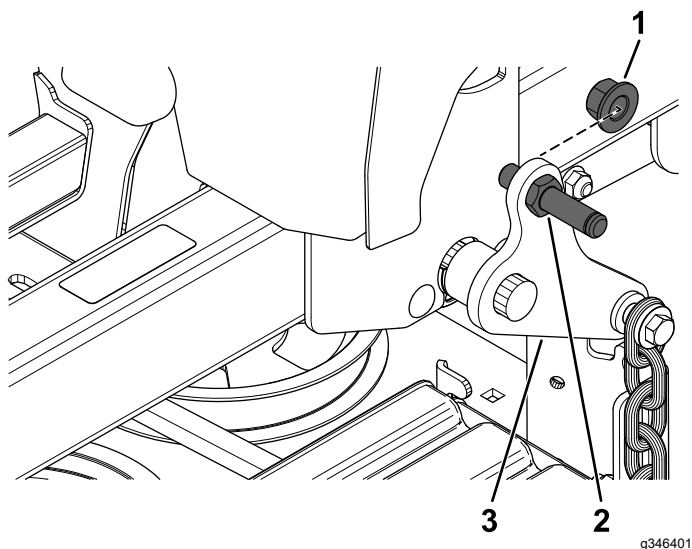

Figure 9
1. Fixez l'axe de pivot dans le bras de levage de plateau arrière à l'aide de 1 contre-écrou ( $\frac{1}{2}$ " ), comme montré à la Figure 9.